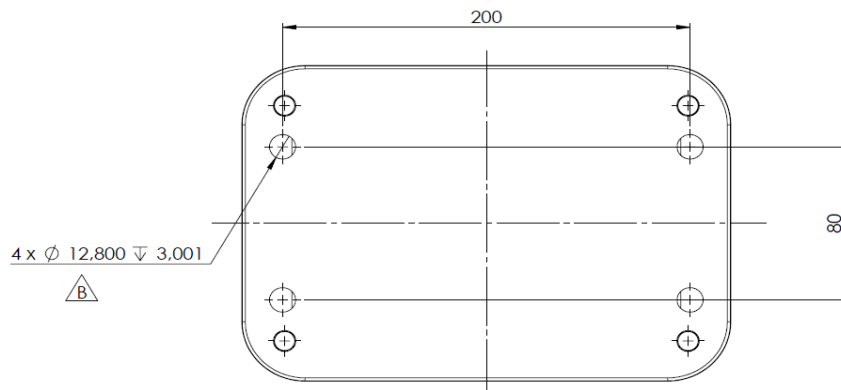

Figure 14 – dimensions du support de montage
10. Comme chaque chaise est unique, il n'y a aucun support de montage disponible. Les dimensions, à voir dans Figure 14, doivent être respectés pour monter le UCE. Utilisez quatre vis M6 avec les écrous borgnes pour fixer le UCE.
L'un des repose-pieds, pouvant être soit le gauche soit le droit, est utilisé pour actionner le commutateur. Il s'agit de changer de direction, soit en avant, soit en arrière. En maintenant le commutateur enfoncé plus longtemps, on accède au menu de commande. (Figure 14).